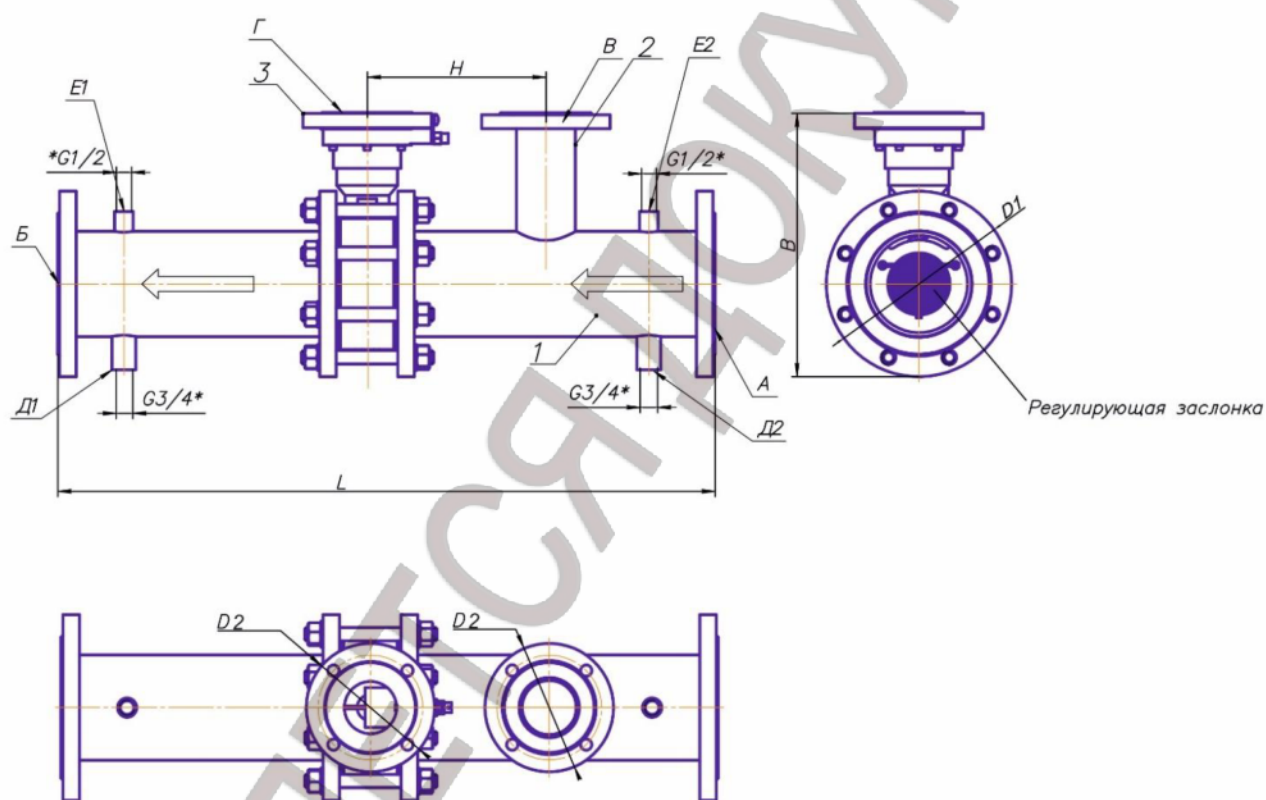

Рис. 1 Вид дозатора
2.2. Габаритные размеры и масса приведены в таблице 2 и на рис. 1.
2.3. Общий вид и состав дозатора широкого диапазона приведены на рис.1. и в табл.3